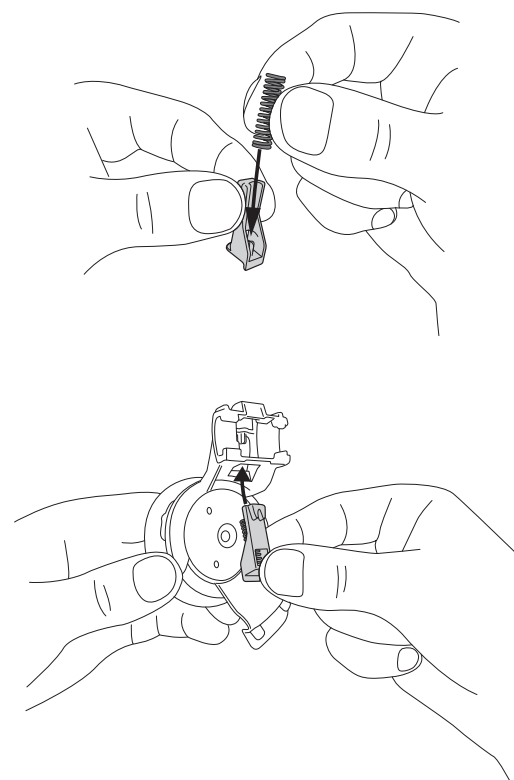

Fig. 15b
- Si le verrou gris coulissant est retiré, mettre le ressort dans le verrou et le faire passer à travers le trou de retenue en poussant dans le bas du pivot. Il faudra le tenir en place pendant la mise en place du pivot sur la glissière (Fig. 15b).